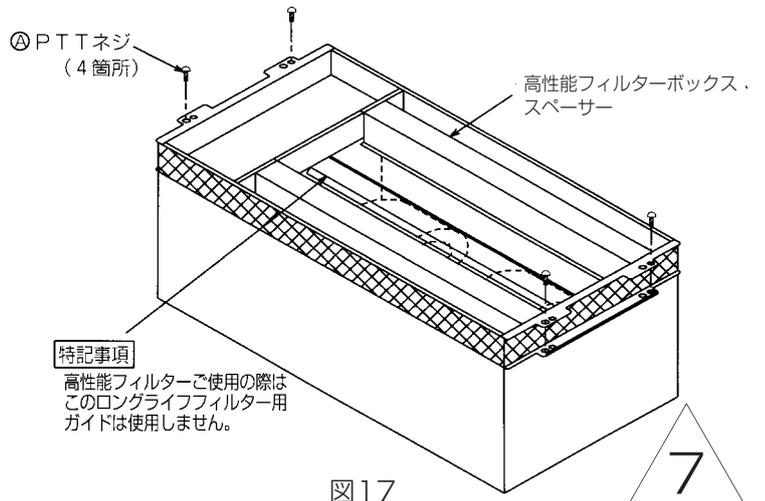

図17
- ①取付け方向に注意して、高性能フィルターボックス、スペーサーを図17のように本体に乗せてください。
- ②付属のⒶ PTTネジにて4カ所をネジ止めしてください。